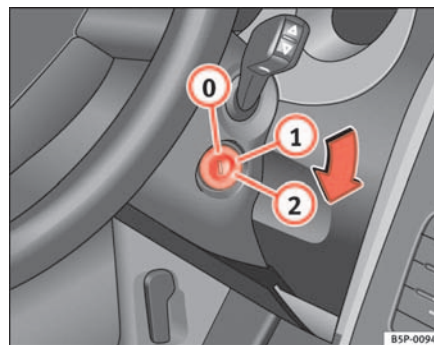

Abb. 94 Stellungen des Zündschlüssels
In dieser Stellung ⇒ Abb. 94 sind die Zündung und der Motor ausgeschaltet und die Lenkung kann gesperrt werden.
- Drehen Sie den Zündschlüssel in Stellung ⇒ Seite 135, Abb. 94 ①. Beim Vorglühen des Motors leuchtet die Kontrollleuchte  auf.
- Wenn die Kontrollleuchte nicht (mehr) leuchtet, drehen Sie den Zündschlüssel in Stellung ② zum Anlassen des Motors – geben Sie kein Gas.
- Drehen Sie den Zündschlüssel in Stellung ⇒ Seite 135, Abb. 94 .